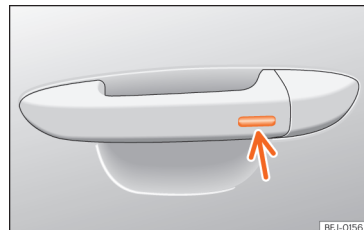

Рис. 83 Зовнішня ручка дверей: тактильний датчик.
- **АБО:** Скористайтеся системою безключового доступу (тільки закривання). Тримайте палець декілька секунд на тактильному датчику для замикавання >>> **рис. 83** (стрілка), доки закриються всі вікна та люк. Якщо палець прибрати, робота функції закривання буде перервана.
Щоб закрити люк, кілька секунд потримайте палець на тактильному датчику >>> **рис. 83** [стрілка] зовнішньої ручки дверей. Якщо палець прибрати, робота функції закривання буде перервана.